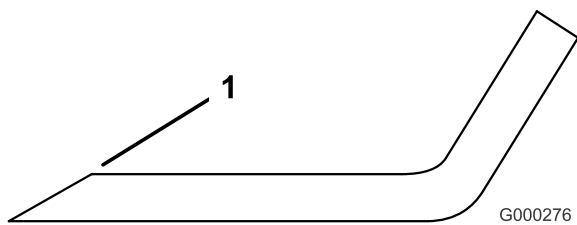

Рисунок 88
- Проверьте режущие кромки всех ножей и заточите их, если они затупились или имеют зазубрины (Рисунок 88).
Примечание: Чтобы ножи всегда оставались острыми, затачивайте только верхнюю сторону режущей кромки и сохраняйте первоначальный угол заточки (Рисунок 88). Балансировка ножа не нарушается, если с обеих режущих кромок удаляется одинаковое количество материала.